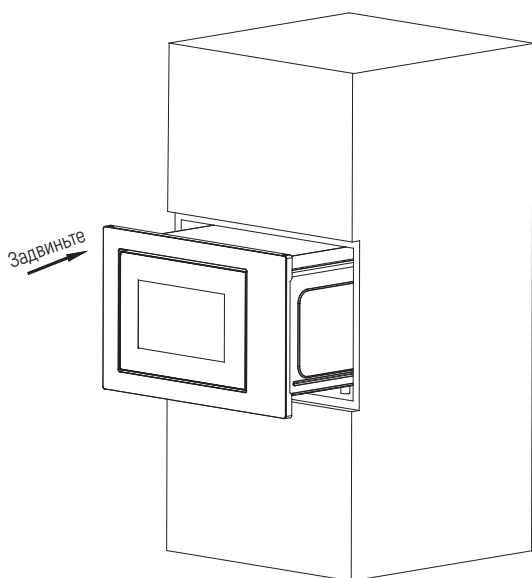

Рис. 1
- ☑ Вставьте микроволновую печь в шкаф и задвиньте его до упора. (Рис.1)